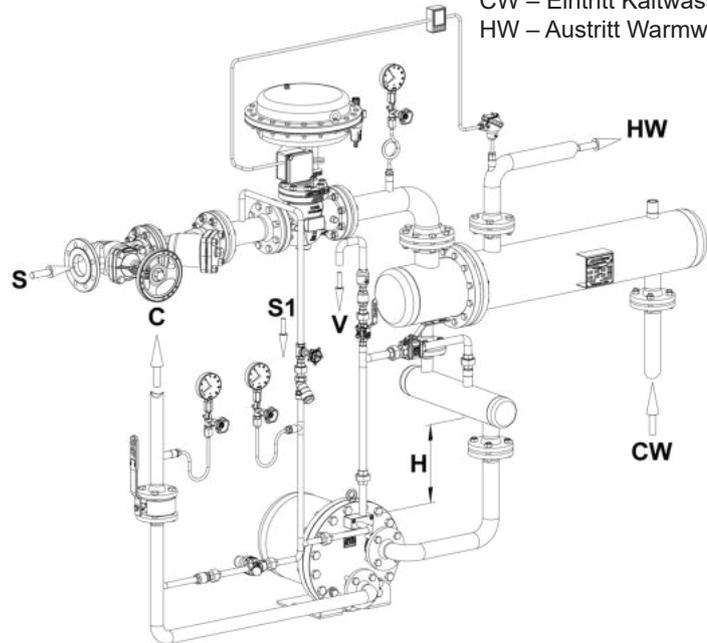

Abb.1
Anmerkung: Zulaufhöhe „H“ ist in Abb.1 dargestellt.
7. Verfügbare Zulaufhöhe „H“ (siehe Abb. 1) in mm oder vergleichbarer Einheit.